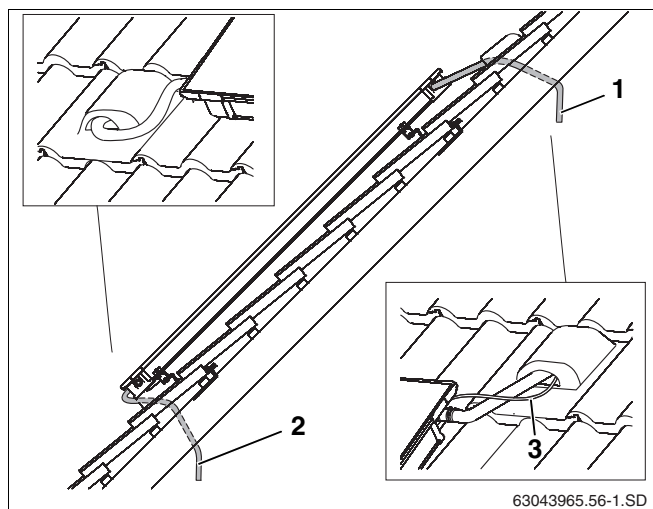

Fig. 52 Faire passer les conduites de raccordement sous le toit
- Faire passer le tube solaire avec le câble de sonde par la tuile de ventilation (fig. 52, **pos. 1**) et l'isolation du toit.